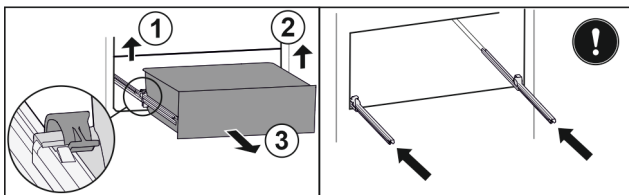

Fig. 111
- ▶ Sollevare il morsetto sinistro e allo stesso tempo tirare in avanti il cassetto sinistro. Fig. 111 (1)
- ▶ Sollevare il morsetto destro e allo stesso tempo tirare in avanti il cassetto destro. Fig. 111 (2)
- ▶ Rimuovere il cassetto tirandolo in avanti. Fig. 111 (3)